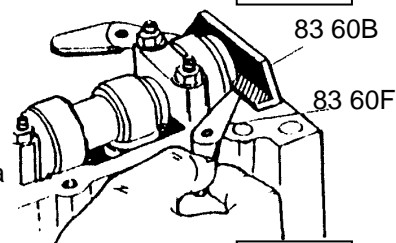

Fig.2
- 6/. Inserte el Soporte de Calibración en la ranura del extremo del eje de levas. Deslice los calzos con igualdad debajo de cada extremo hasta que se haya eliminado toda holgura. Véase La Fig.2.